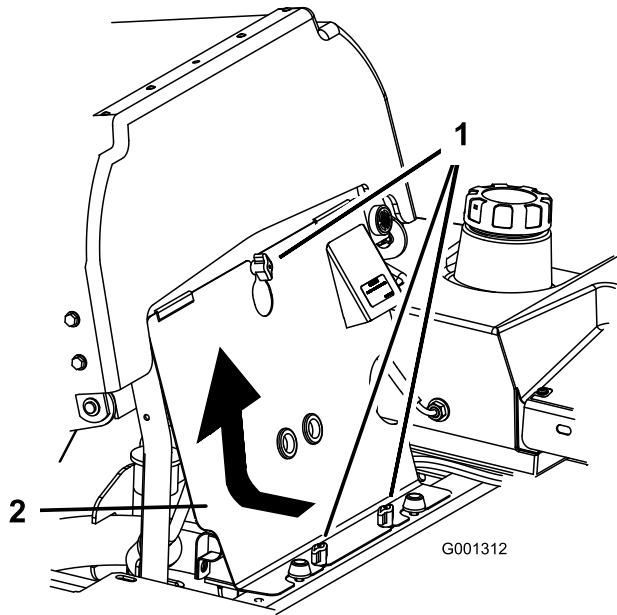

Figure 39
1. Basculez le siège en avant et déposez le panneau avant du moteur (Figure 39).